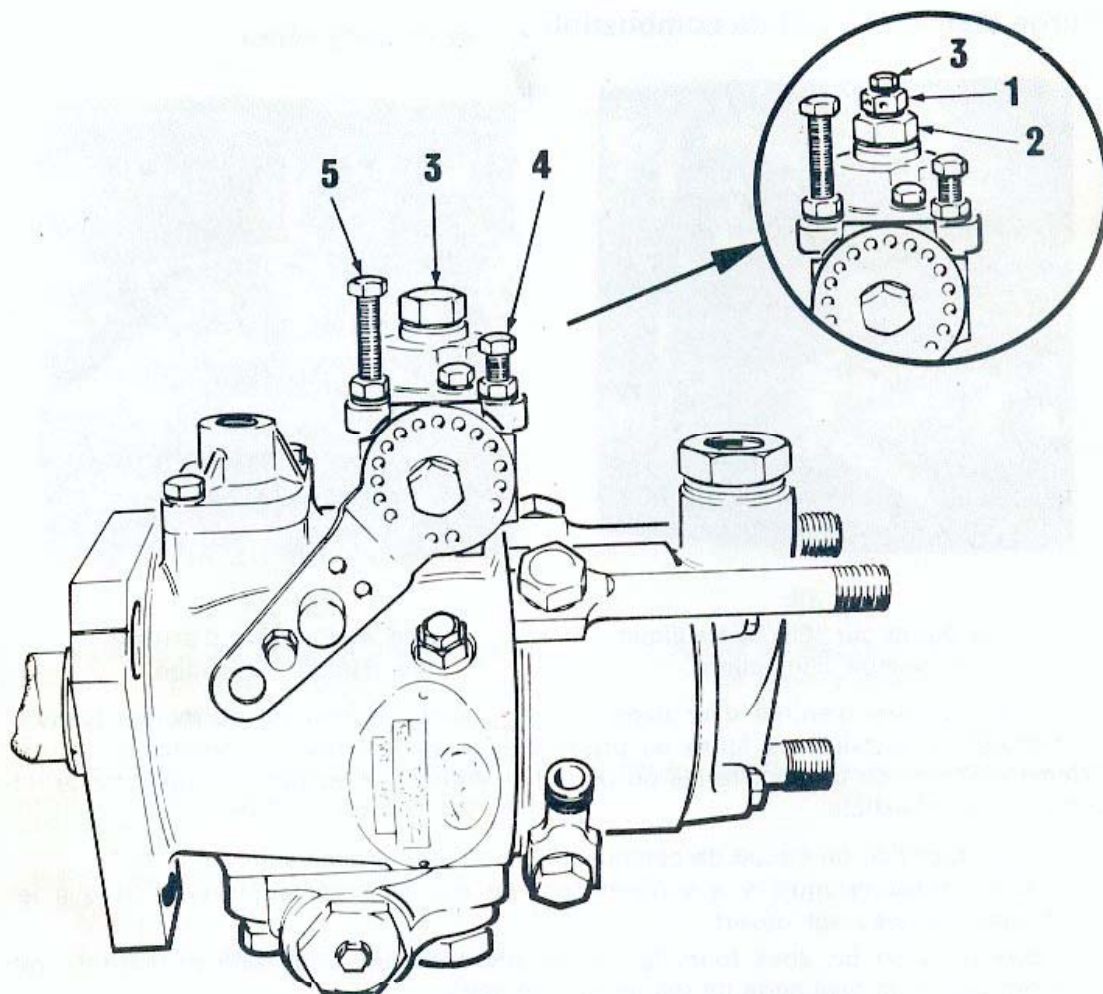

Fig. 14 — Pompe d'injection (Cerclé, le dispositif anti-calage).
- Desserrer la vis de purge (1 ou 3, fig. 14) sur le carter régulateur de la pompe d'injection.